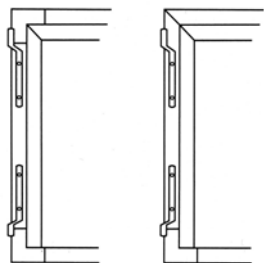

Рис. 3
- При помощи металлических кронштейнов, которые крепятся к алюминиевой рамке москитной сетки (рис. 3)